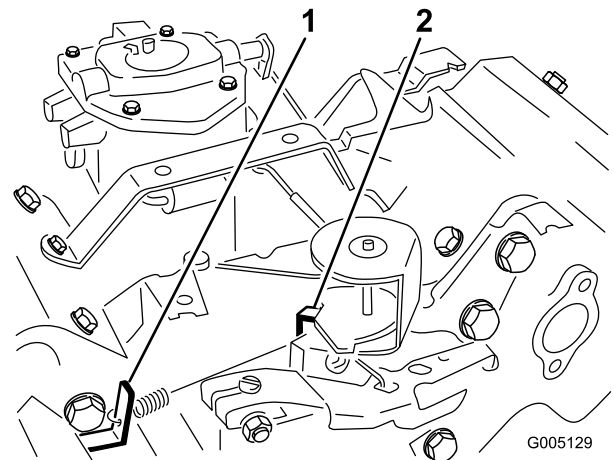

Figura 49
- Doble la pestaña de anclaje del muelle de regulación del ralentí (Figura 49) hasta obtener una velocidad de ralentí de  $1650 \pm 100$  rpm. Compruebe la velocidad con un tacómetro.
- Mueva el control del acelerador a la posición Rápido. Doble la pestaña de anclaje del muelle de alta velocidad (Figura 49) hasta obtener una velocidad alta de  $2850 \pm 50$  rpm.